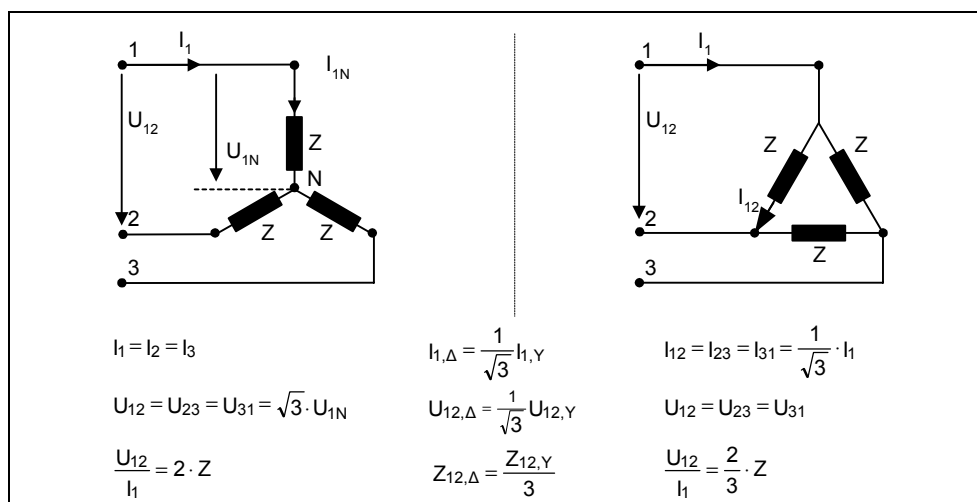

Figura 3-19 Conexión en estrella / conexión en triángulo
- Que si los datos nominales del motor (P0304, P0305, P0350) no son coherentes con el modo de conexión del motor, hay que hacer la conversión correspondiente (véase Figura 3-19) y después introducirlos.